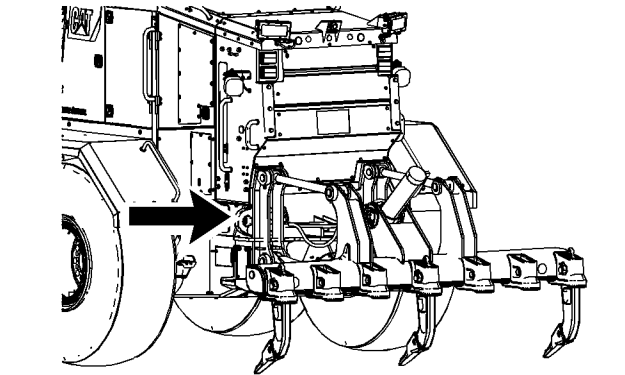

Ilustración 139
4. Instale dos cables de levantamiento en la parte trasera de la máquina. Hay un cáncamo de levantamiento en cada lado de la parte trasera de la máquina. Los cáncamos de levantamiento están identificados con una etiqueta que muestra un gancho. Consulte la ilustración 139 .